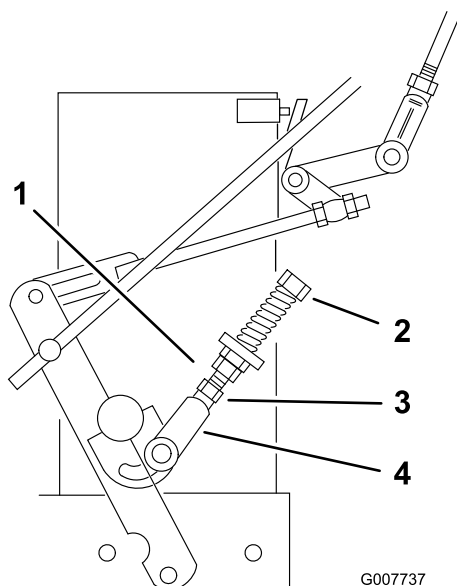

Figura 34
9. Si la rueda gira mientras sujeta la palanca de avance en PUNTO MUERTO, los acoplamientos del control de punto muerto deben ajustarse (Figura 34). Si la rueda se detiene, vaya al paso 12.
10. Afloje la tuerca de la horquilla del acoplamiento del control de punto muerto (Figura 34).
11. Ajuste el acoplamiento del control de punto muerto hasta que la rueda motriz correspondiente deje de girar con la palanca sujeta contra el muelle de punto muerto (posición de PUNTO MUERTO) (Figura 34).
12. Gire el perno de ajuste 1/4 de vuelta aproximadamente en el sentido de las agujas del reloj si la rueda gira hacia atrás, o 1/4 de vuelta aproximadamente en el sentido contrario a las agujas del reloj si la rueda gira hacia adelante (Figura 34).